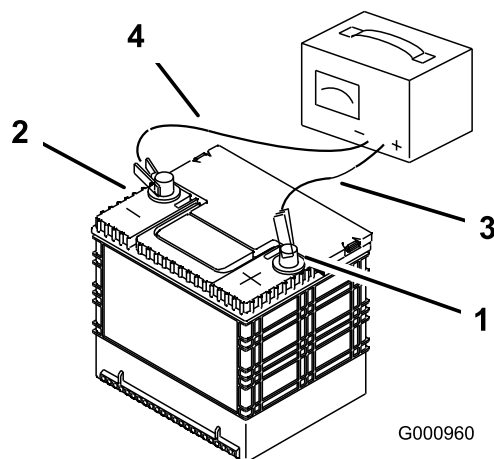

Figura 67
3. Quando a bateria estiver totalmente carregada, desligue o carregador da tomada elétrica e em seguida desligue os cabos do carregador dos bornes da bateria (Figura 67).